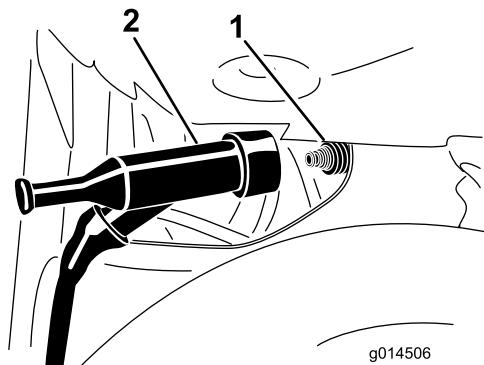

Figura 18
2. Retire el cable de la bujía (Figura 18).